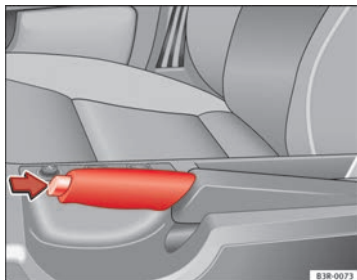

Abb. 138 Ansicht der Mittelkonsole: Handbremse angezogen
- Ziehen Sie den Handbremshebel etwas hoch *und* drücken Sie gleichzeitig den Sperrknopf ⇒ Abb. 138 -Pfeil- hinein.